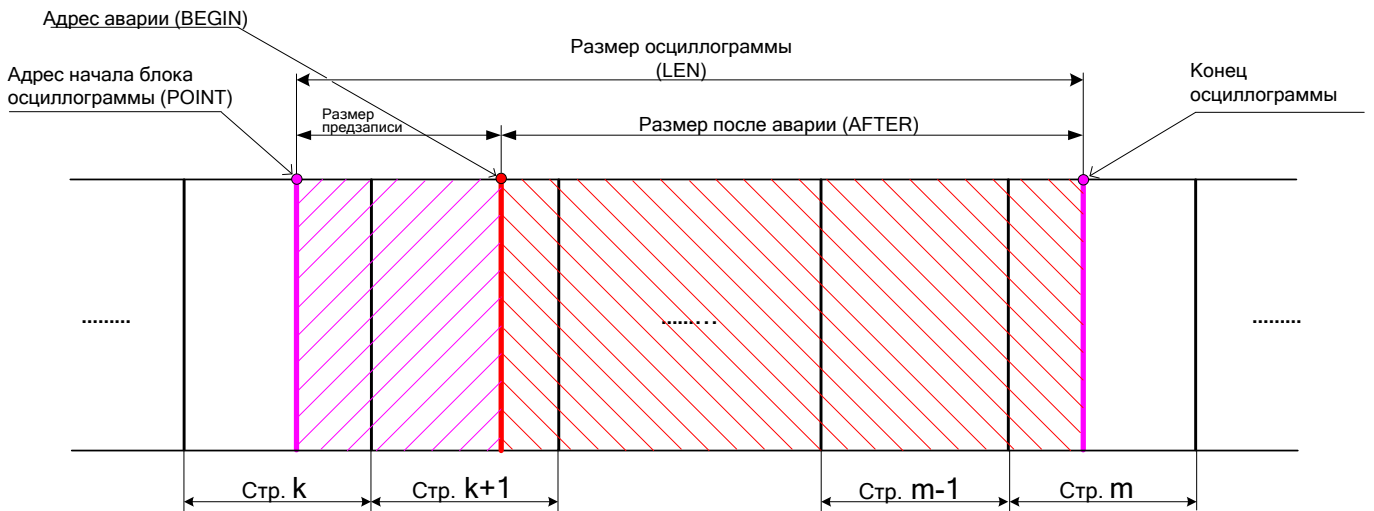
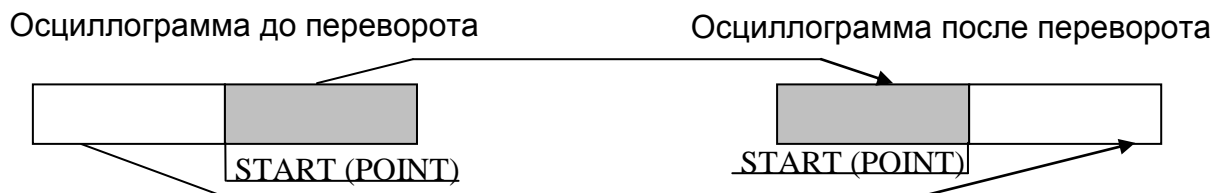

Рисунок 8.5
Рисунок 8.6
- выделить искомую осциллограмму из хранилища данных осциллограмм (рисунок 8.5) и прочесть её содержимое (при чтении осциллограммы выполняется её переворот – см. рисунок 8.6).